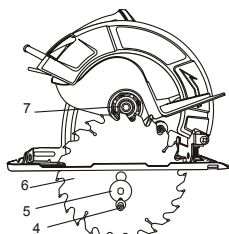

Fig. 3
Insérez la clé hexagonale 6 mm fournie dans la vis de la lame (4) (figure 3).